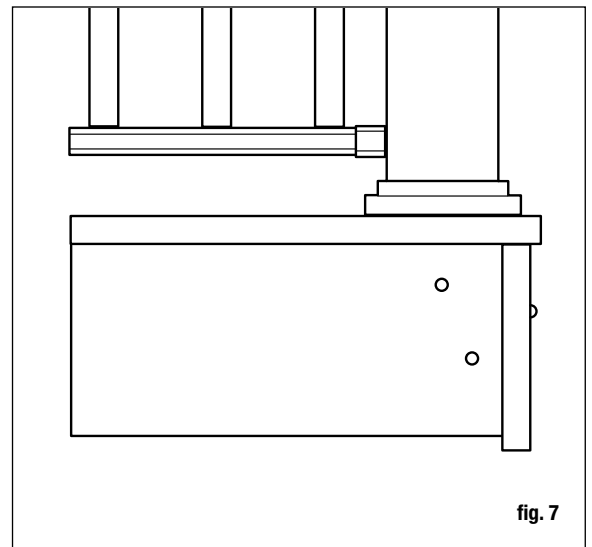

fig. 7
Étape 3 : Grâce au niveau, positionnez et mettez le poteau du garde-corps d'escalier à niveau et maintenez-le avec un serre-joint à la face intérieure du limon. Remettez à niveau. Le poteau du garde-corps d'escalier de 10 x 10 cm (4 x 4 po) devrait être boulonné à l'intérieur du limon d'escalier en utilisant deux boulons de carrosserie galvanisés 1/2 x 6 po. Les poteaux de coin utilisent un troisième boulon de carrosserie inséré à travers la solive adjacente (fig. 7). Les poteaux au niveau du sol devraient être installés dans le béton.